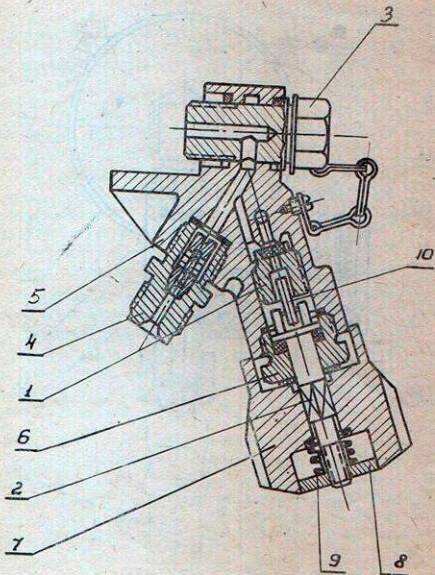

Рис. 7
Легочный автомат с редуктором присоединяется своим входным штуцером (11) к вентилю кассеты с помощью болта (3) (см. рис. 7).
Вентиль аппарата (см. рис. 7) служит запорным устройством. При зарядке и работе с аппаратом под водой вентиль должен быть открыт до отказа.